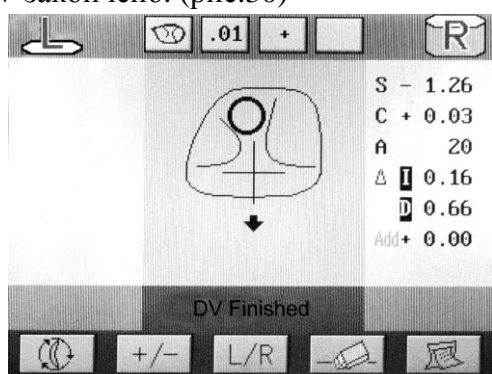

рис.29
- 3) Двигайте линзу по направлению индикатора, вращайте ручку опорной планки двигая экран к прибору до пересечения с “O”. Затем “O ” смениться на “+”, измерение DV закончено. (рис.29)